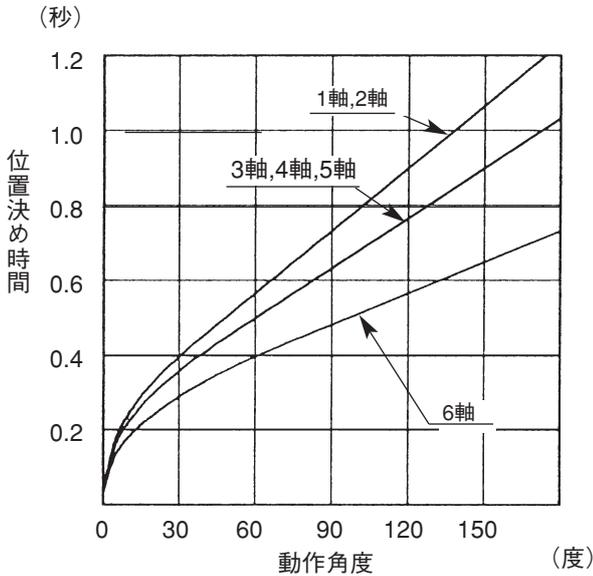
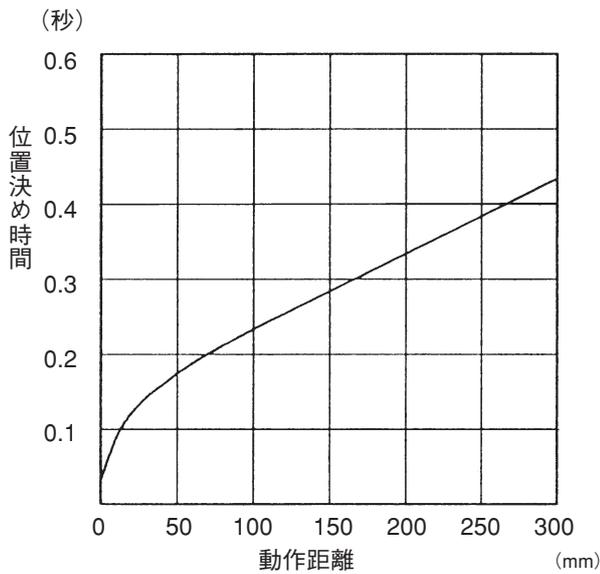
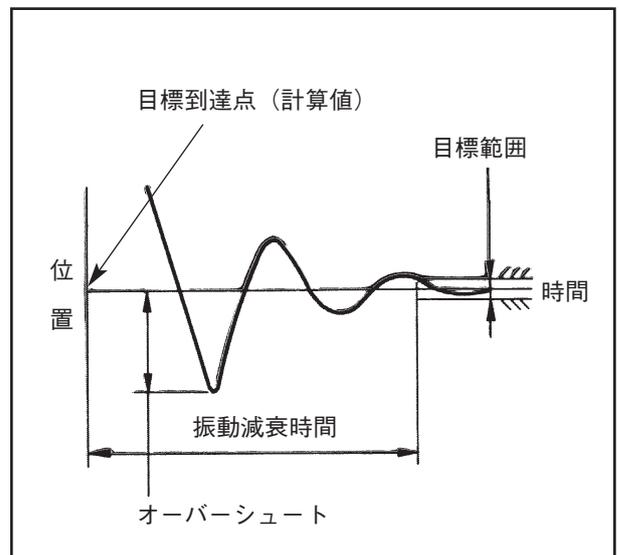

図1-9 各軸動作 (MV動作)
図1-10 X-Y動作 (MVS動作)
図1-11 振動減衰時間
- ① サイクルタイムの算出に使う位置決め時間のグラフを図1-9・図1-10に示します。
- ② 位置決め時間は、ロボットの動作開始から目標点に達するまでに要する時間を示します。
- ③ ロボットを位置決め目標点に向かって動作させると目標到達点を越えたあと、図1-11のように振動が減衰し目標点に位置決めされます。この振動減衰時間はグラフに考慮されていません。